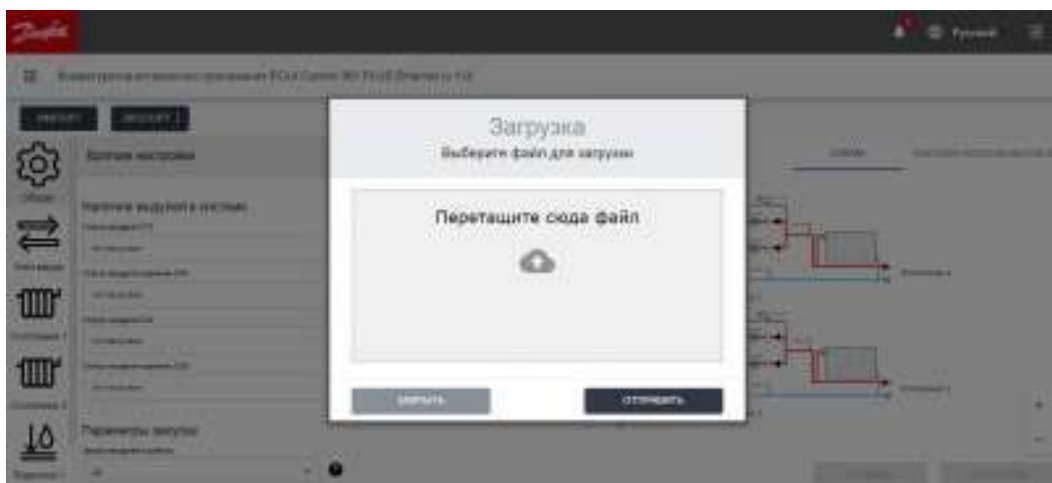

Рис.34. Окно для загрузки файла с конфигурацией автоматике (опция Импорт).
- файл «Настройки» с перечнем текущих настроек в текстовом формате. Этот файл может быть впоследствии использован для копирования сохраненных настроек на данный или другой ECL4 Control (операция Импорт, Рис.34).